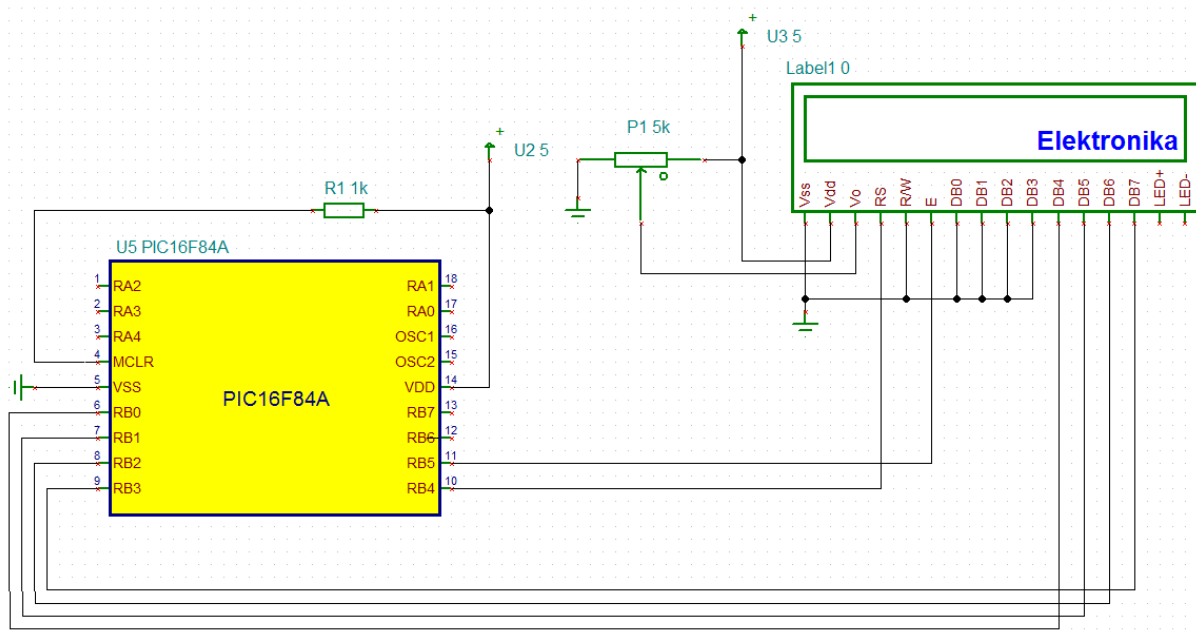

Рис. 5.14. Схема микроконтроллера с ЖК-дисплеем
1. Собрать схему модели микроконтроллера с ЖК-дисплеем (рис. 5.14).